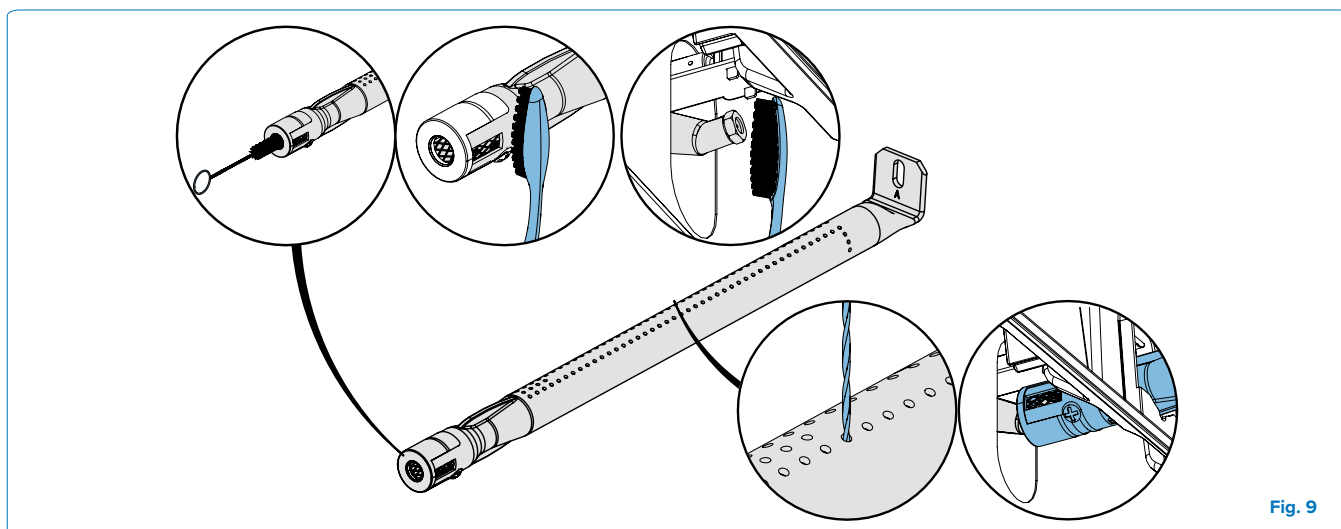

Fig. 9
1. Verwijder de schroef(s) die de brander aan de achterwand van de grill bevestigt. Trek de brander naar achteren en omhoog om deze te verwijderen. (Fig. 9)